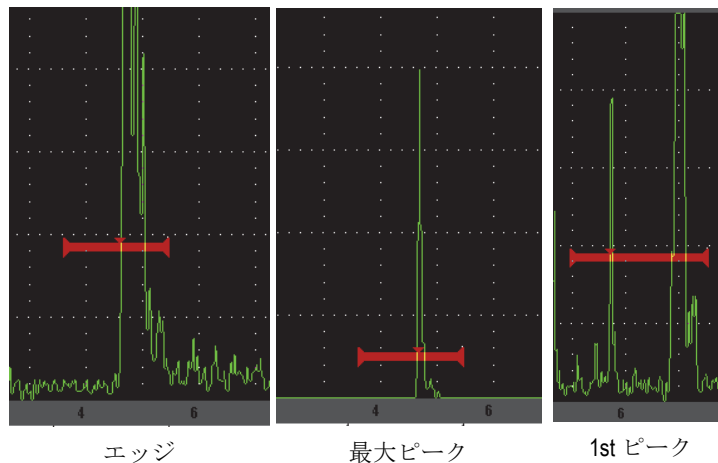

図 2-12 エッジ、最大ピーク、1st ピークモードにおいて測定がトリガーされた位置
- “**最大ピーク：High Peak**”：ゲート設定された範囲内にある一番大きいピーク位置に基づく測定値（ゲートをクロスする必要はありません）（49 ページ図 2-12 参照）。
- “**1st ピーク：1stPeak**”：ゲートの閾値を超える最初のピーク位置に基づく測定値（49 ページ図 2-12 参照）。
- “**エッジ：Edge**”：ゲートをクロスする信号の最初のクロスポイントの位置に基づく測定値（49 ページ図 2-12 参照）。